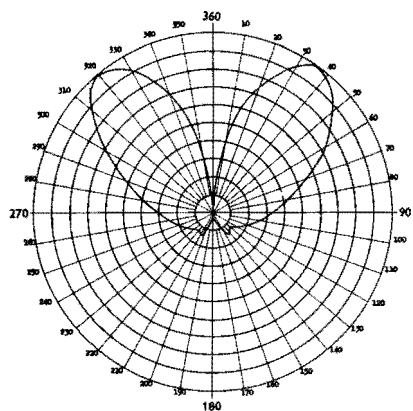

Bild 10. Pejlidiagram vid 140 Mp/s
- Bild 10. Pejldiagram vid 140 Mp/s